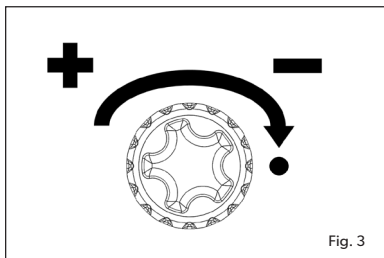

Fig. 3
- Vrid knappen på Dual PowerPak motsols för att öka gastillförseln (fig. 3).